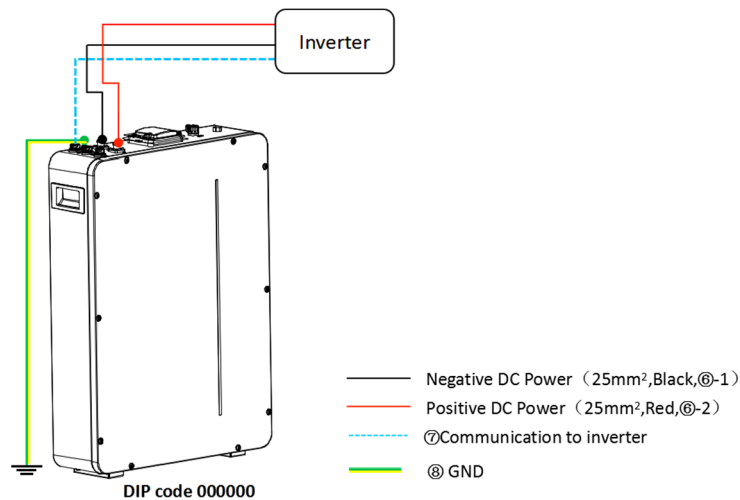

Fig. 4.1.1 Kabelforbindelsesdiagram for system med et enkelt sæt (5 kWh, udgangseffekt 2,5 kW)
6. Tilslut den anden ende af kommunikationskablet til inverteren, se fig. 4.1.1.